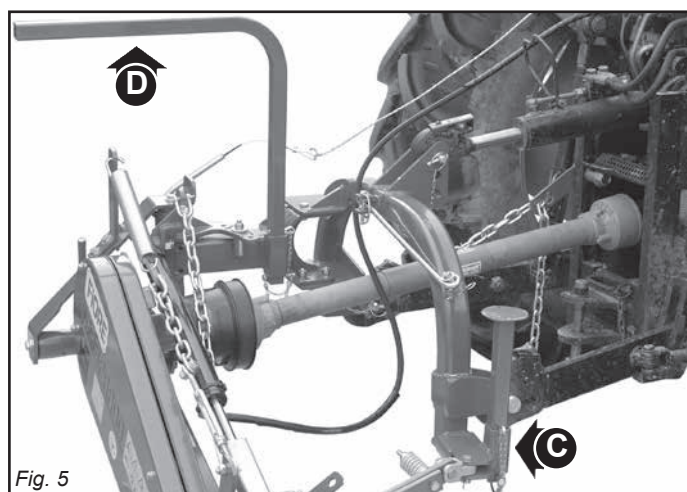

Fig. 5
- 36) Bevor die Mähmaschine in Betrieb genommen wird, ist zu prüfen, daß die Standbeine (C und D, Abb. 5) unter der Mähmaschine wegge-nommen worden sind. Sicherstellen, daß die Mähmaschine korrekt montiert und eingestellt ist. Sicherstellen, daß die Maschine vollkommen in Ordnung ist und daß alle Verschleiß ausge-setzten Teile voll funktionstüchtig sind.